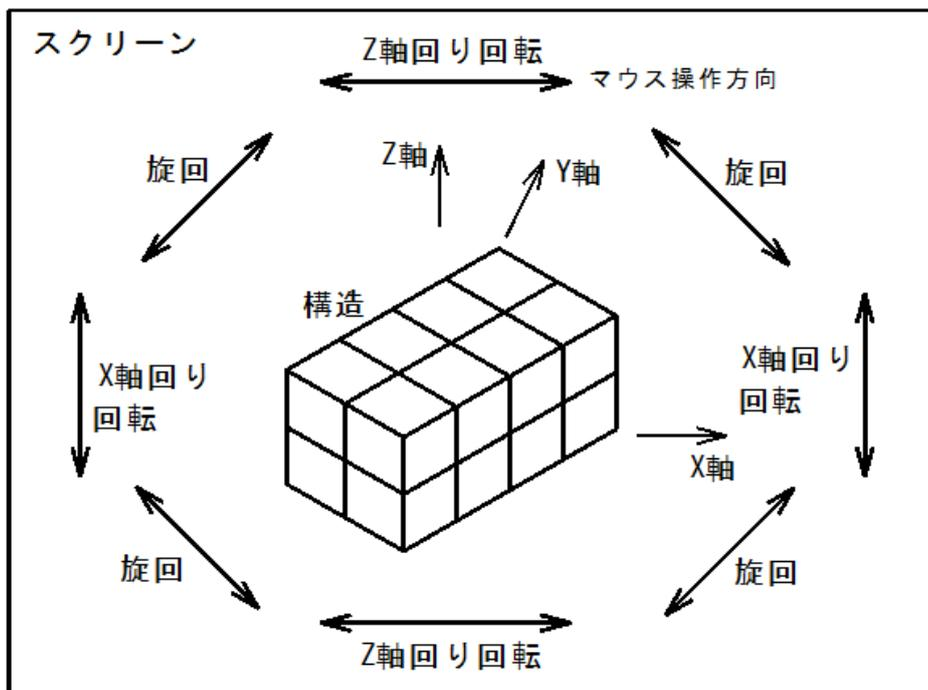

図5-14 マウスの移動方向と回転方向との関係 (Shiftキー併用)
- ◇図5-14にマウスの操作方向と回転方向の関係を示します。同図のように、スクリーンの場所により、Z軸回り、X軸回りの各回転、または構造中心回りの旋回が実施されます。
- ◇構造図の「説明」ボタンをクリックすると、図5-14と同じ説明図が表示されます。